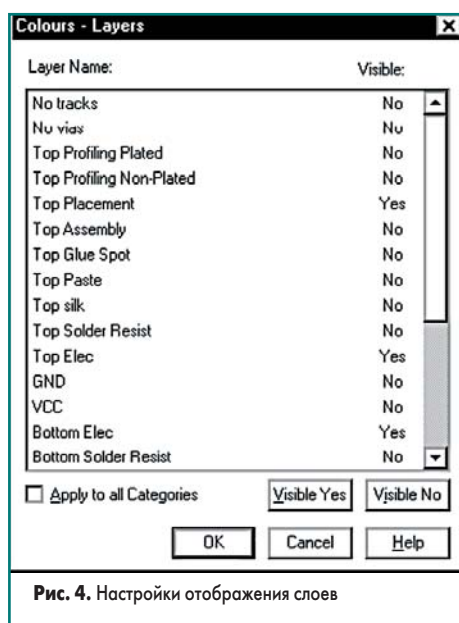

Рис. 4. Настройки отображения слоев
13. Убедимся, что опция Apply To All Categories выключена (рис. 4), и нажмем кнопку ОК.